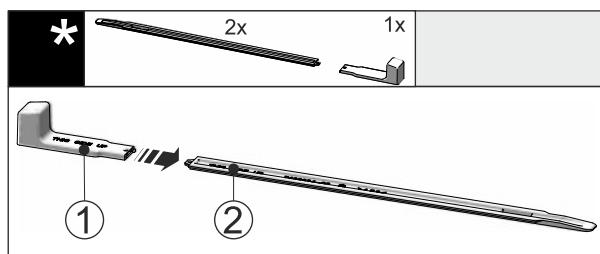

Fig. 45
- Nasuňte montážnu rukoväť Fig. 45 (1) na nivelačnú koľajničku Fig. 45 (2).